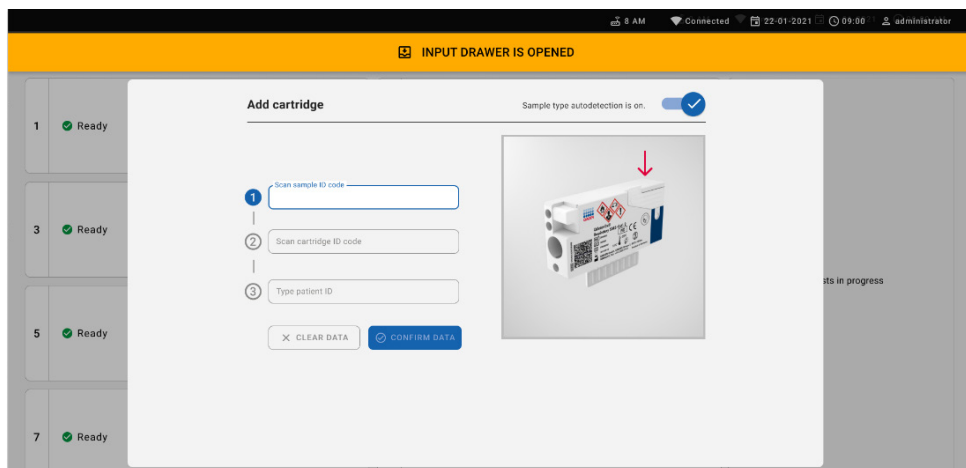

Figura 56. Tela Scan sample ID (Ler o ID da amostra).
7. A caixa de diálogo **Add cartridge** (Adicionar cartucho) aparece e o scanner na parte frontal será ativado. Efetue a leitura do código de barras de Sample ID (ID da amostra) colocado na parte superior do QIAstat-Dx Respiratory SARS-CoV-2 Panel Cartridge na parte frontal do instrumento (posição indicada pela seta [Figura 56]).